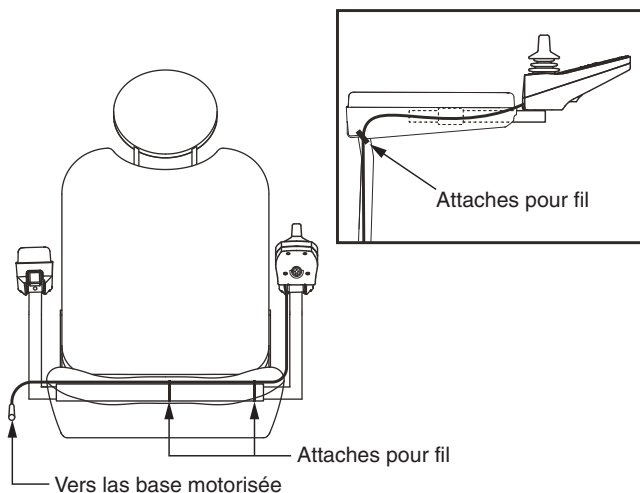

Figure 7. Câble sécurisé sur un siège Contour
6. Fixez le câble du contrôleur sous l'accoudoir avec des attaches pour fil. Voir la figure 7.